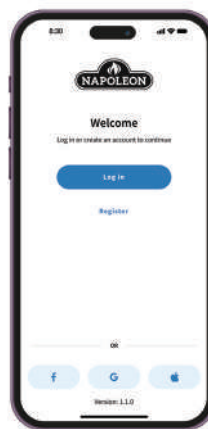

Fig. 1
1. Créez un compte avec l'application **Napoleon Home** OU connectez-vous en utilisant vos informations de compte Facebook, Google ou Apple. (Fig 1)